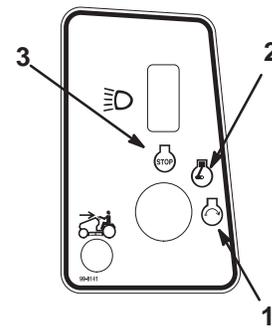

Figure 10
6. Tournez la clé de contact dans le sens des aiguilles d'une montre et maintenez-la en position de démarrage (Fig. 10). Relâchez-la quand le moteur démarre.
2. Tournez la clé de contact en position contact coupé (Fig. 10).